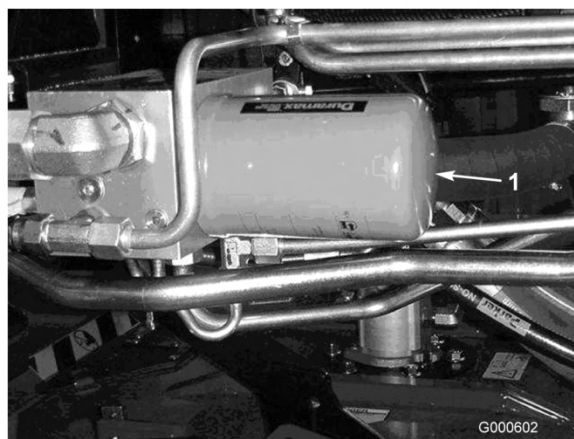

Figura 55
2. Pulite la superficie circostante il filtro. Collocate una bacinella di spurgo sotto il filtro (Figura 54 e Figura 55).